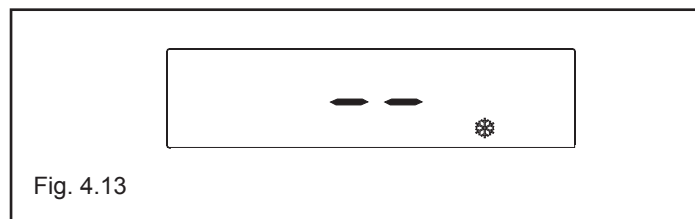

Fig. 4.13
- **Antigelo (fig. 4.13):** quando la temperatura dell'acqua di caldaia scende al di sotto dei valori di sicurezza si attivano il circolatore e il bruciatore alla minima potenza per riportare la temperatura dell'acqua a valori di sicurezza (35 °C). Sul display si illumina il simbolo .